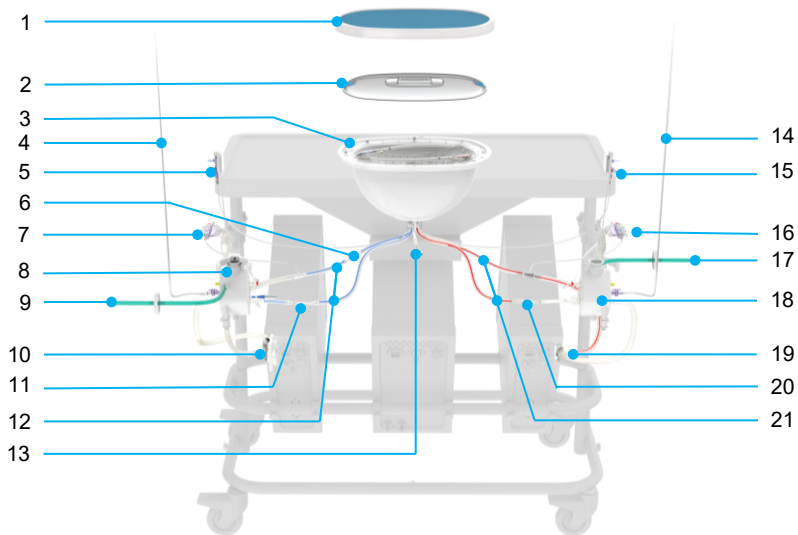

Figure 9 Kit de perfusion Liver Assist
En haut du chariot, un plateau est monté pour créer une surface de travail. Le support du réservoir pour le foie est situé sur le plateau ; il s'agit d'une cavité dans laquelle est placé le réservoir pour le foie du kit de perfusion jetable (voir section Figure 9, élément 3). Les propriétés d'isolation thermique du plateau permettent de maintenir la température de perfusion dans le réservoir pour le foie. Des deux côtés de la table, un support de capteur de pression est monté, dans lequel les capteurs de pression jetables sont placés à la même hauteur que le foie. La couverture thermique située sous le plateau protège le tubage de l'air chaud évacué par l'unité thermique. Ces supports de capteur de pression sont équipés d'un étrier pour éviter le repositionnement involontaire de la vanne du capteur de pression. De chaque côté du chariot, un support d'oxygénéateur permet d'installer les deux oxygénateurs du kit de perfusion. En outre, les supports sont équipés d'une pince pour accueillir le collecteur d'échantillons.
Les kits de perfusion sont à usage unique et jetables. Ils contiennent à la fois le foie et la solution de perfusion lors de chaque perfusion ; voir Figure 9. Les composants sont stériles et emballés dans un plateau en polyéthylène scellé par une feuille de Tyvek.
- Raccordez les capteurs de débit (Figure 17) aux tuyaux en silicone (Figure 9, éléments 11 et 20) situés près du côté artériel des oxygénateurs des circuits VP et AH.